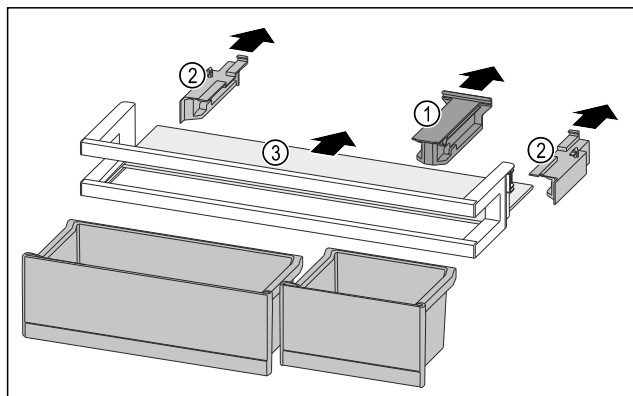

Fig. 236
- ▶ Skinite pridržni dio Fig. 236 (1).
- ▶ Skinite bočne dijelove Fig. 236 (2).
- ▶ Izvadite policu Fig. 236 (3).